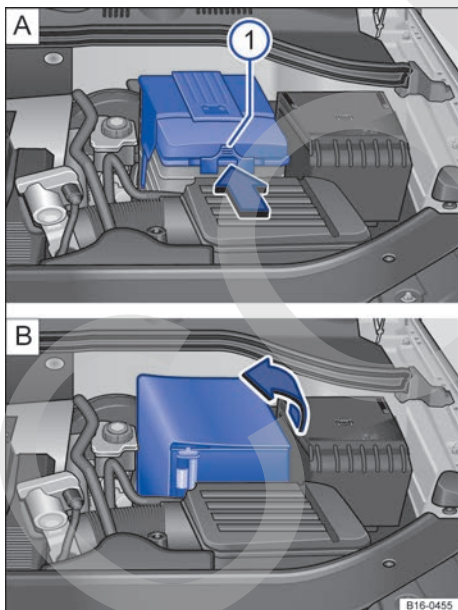

Fig. 204 Batería de 12 voltios en el vano motor:  Variante 1: desmontar la cubierta de plástico.  Variante 2: levantar la cubierta guardapolvo flexible.
- *En el caso de llevar una cubierta de plástico:* Presione la pestaña → [fig. 204 !\[\]\(f6ec0429e2f15dbd4a39b612501b6fa4_img.jpg\) 1](#) en el sentido de la flecha y retire la cubierta hacia arriba.
- *En el caso de llevar una cubierta guardapolvo flexible:* Levante la cubierta en el sentido de la flecha → [fig. 204 !\[\]\(bccf48a45f044a80137a9e5c119c3170_img.jpg\) B](#).